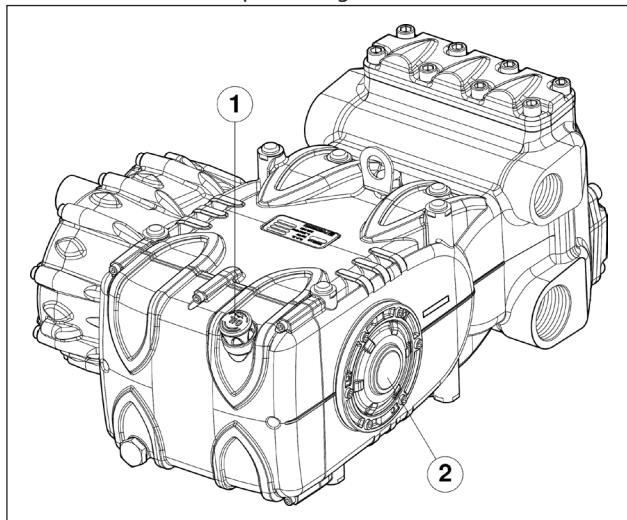

Fig. 8
5. O óleo no cárter da bomba está no nível, verificando com a respectiva vareta (pos. ①, Fig. 8) e excepcionalmente com a abertura de nível (pos. ②, Fig. 8).